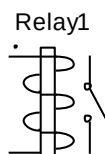

Рис. 5.59 – Электромагнитное реле
5.7.6 Электромагнитное реле (Animated relay) (рис. 5.59)